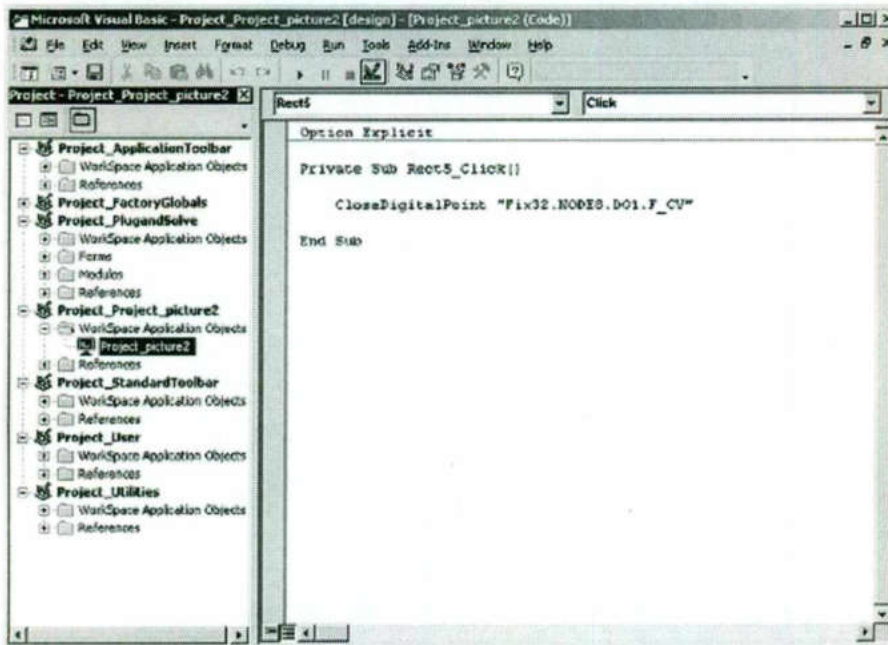

Figura 12-5: Muestra de un Script
- La figura 12-5 muestra un ejemplo de un script simple utilizando VBE